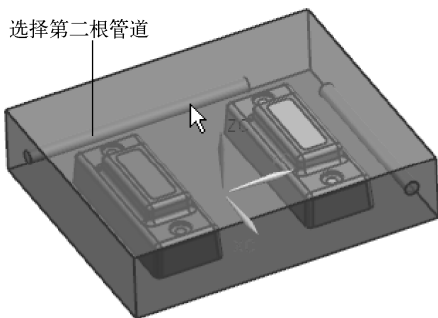

图 9-33 选择第二根管道
(4) 在对话框中确认【第二个通道】选项组处于激活状态，然后在图形窗口中选择待连接的第二根管道，如图 9-33 所示。